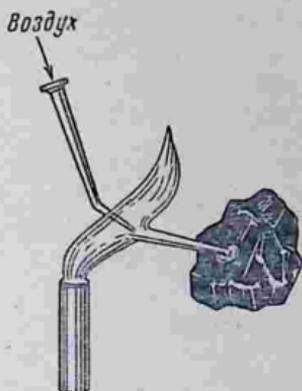

Рис. 51. Восстановление на куске угля (кокса) паяльной трубкой
В куске угля с помощью сверла для пробок сделайте углубление диаметром и глубиной в 1 см. В это углубление поместите смесь оксида свинца (II) с углем и смочите 2—3 каплями воды. Вставьте в нижнюю часть восстановительного пламени горелки паяльную трубку (рис. 51) и вдуйте воздух ртом, направляя язычок пламени на смесь веществ. Нагревание ведите до тех пор, пока не будет получена капля расплавленного металла.